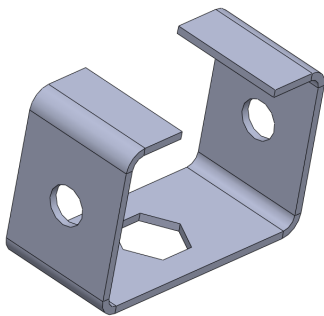

图 9-66 折叠钣金特征效果
(4) 单击【确定】按钮，即可折叠钣金特征，效果如图 9-66 所示。